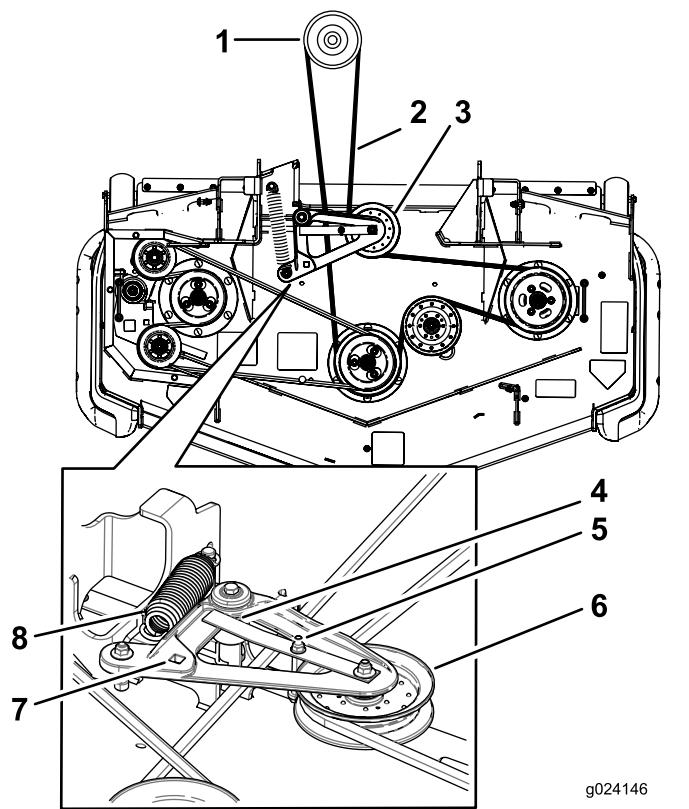

Figura 102
6. Utilize uma lingueta no orifício quadrado no braço intermédio para retirar a tensão da mola intermédia (Figura 102).
8. Instale a nova correia à volta das polias do cortador e da polia da embraiagem por baixo do motor (Figura 102).
9. Rode para assegurar que a patilha da guia da correia está em contacto com o cubo da articulação (Figura 102).
10. Utilizando a lingueta no orifício quadrado, instale a correia em torno da polia intermédia com mola (Figura 102). Assente as extremidades da mola nas ranhuras do fixador.